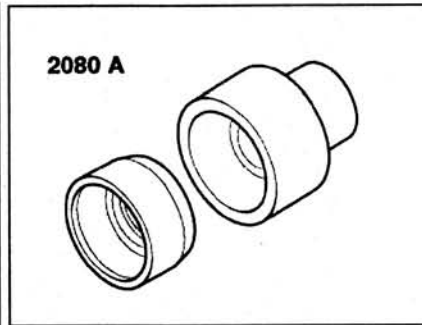

Рис. 2.44. Установите сальник в специальное приспособление 2080A.
5. Смажьте уплотнительную кромку сальника маслом. Установите сальник в специальное приспособление 2080A (рис. 2.44).